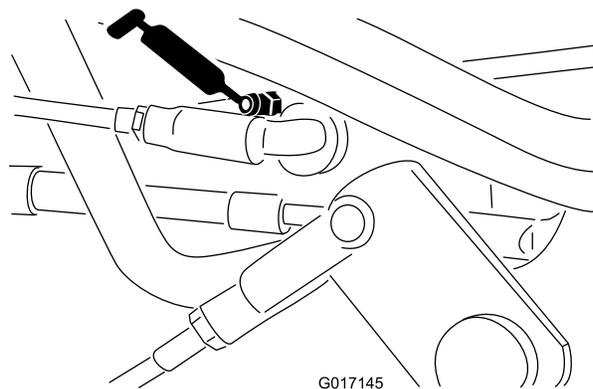
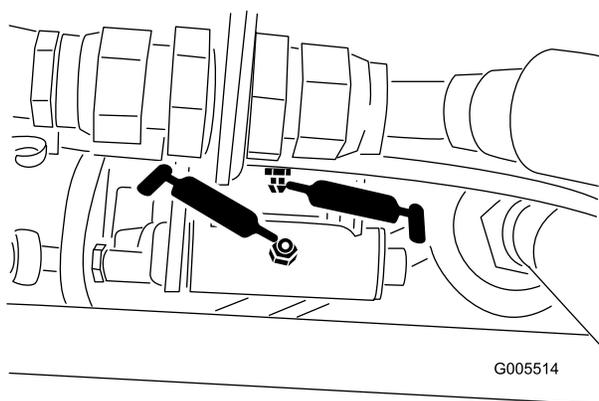

図 43
図 42
- ・ 速度セレクトタのリンク部 (図 42 と 図 43)